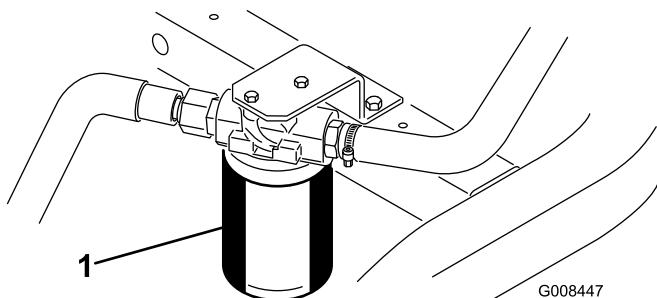

図 50
1. フィルタ容器の周辺をウェスできれいにぬぐう（図 50）。フィルタの下に廃油受けを置いてフィルタを外す。